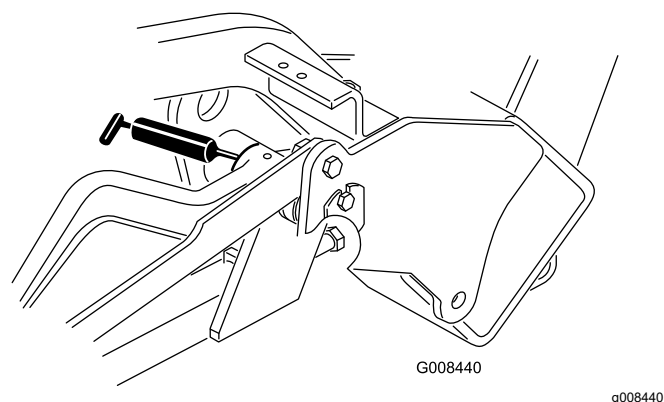

Figure 28
- Bras de levage (3) (Figure 28).